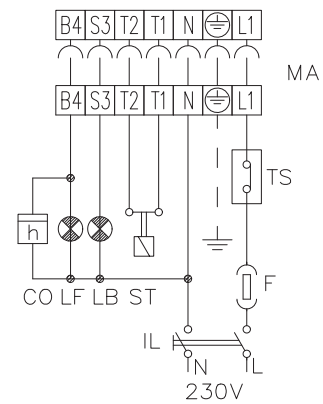

Рис. 9
- Выполните электрические подсоединения, следуя схеме на Рис. 9.